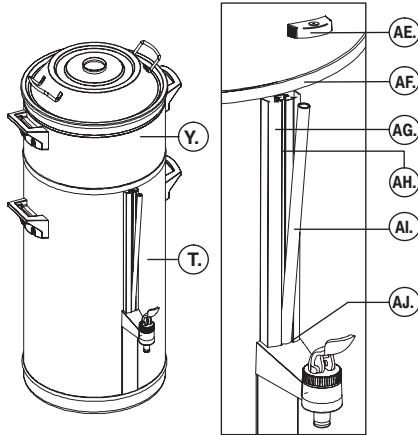

Fig. 10 Placering av synglasets hölje
- Rengör synglaslet (fig. 10):